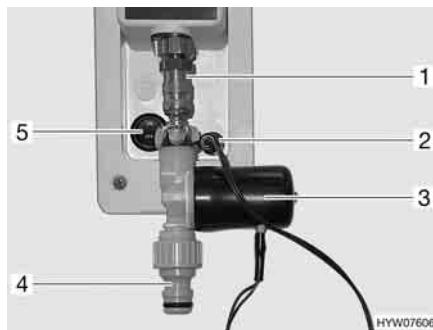

Fig. 161 Allacciamento acqua potabile COLORADO
Inserire l'unità valvola sul gancio della chiusura rapida (Fig. 161,1) sul veicolo.
- Inserire un tubo flessibile per l'acqua con il gancio, sul gancio della chiusura rapida (Fig. 161,4).
- Inserire la spina (Fig. 161,2) per l'alimentazione elettrica della valvola di non ritorno (Fig. 161,3).
- Portare l'interruttore a bilico (Fig. 161,5) in posizione "OFF". La pompa dell'acqua nel veicolo non è in funzione.
- Portare l'interruttore a bilico (Fig. 161,5) in posizione "ON". La pompa dell'acqua nel veicolo è di nuovo in funzione.
- Estrarre la spina (Fig. 161,2) per l'alimentazione elettrica della valvola di non ritorno.
- Spingere verso l'alto l'anello di fissaggio sul gancio della chiusura rapida (Fig. 161,1), rimuovere l'unità valvola e depositarla in un ambiente protetto dal gelo.